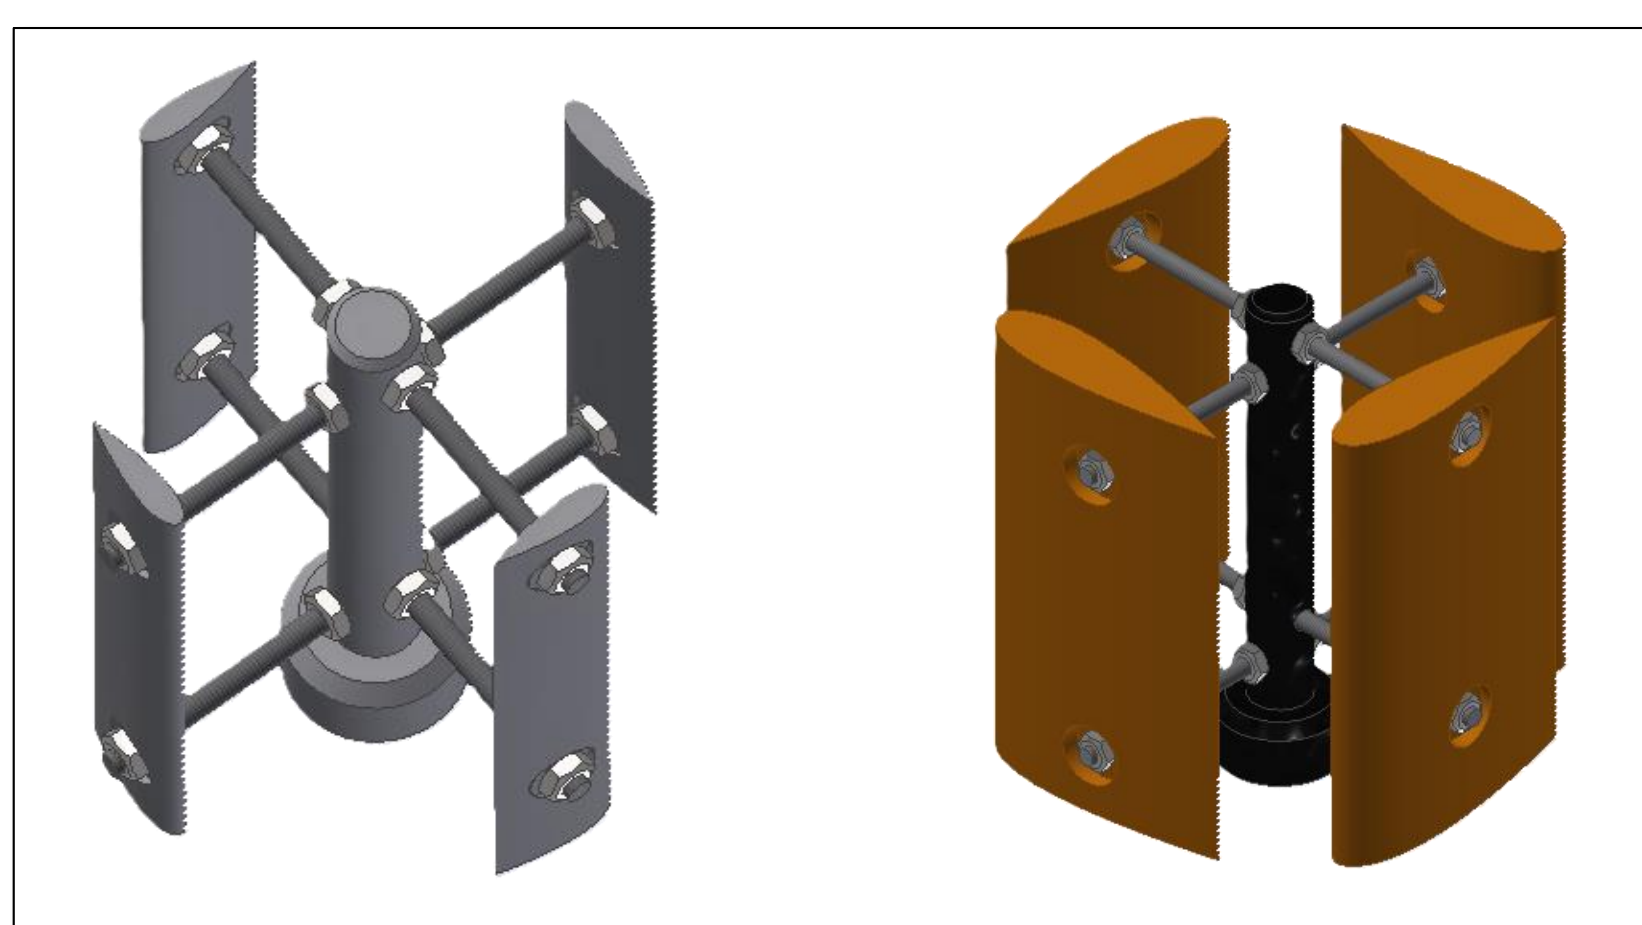

Bild 2: Entwicklung Windradmodell
- Anpassung Flügelgeometrie des Modells (Bild 2 rechts), da keine Drehung bei Anströmung von originärer Geometrie (Bild 2 links)